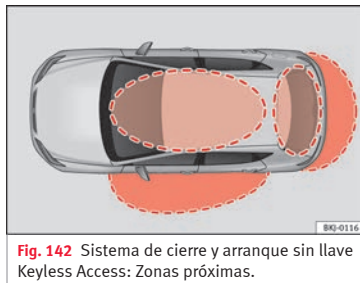

Fig. 142 Sistema de cierre y arranque sin llave Keyless Access: Zonas próximas.
Keyless Access es un sistema de cierre y arranque sin llave con el que se puede desbloquear y bloquear el vehículo sin utilizar activamente la llave del mismo. Para ello sólo es necesario que haya una llave del vehículo válida en la zona de detección correspondiente al intento de acceso al vehículo » fig. 142 y tocar una de las superficies sensoras de las manecillas de las puertas » fig. 143 » ❶.
Si se encuentra una llave válida en una de las zonas próximas » **fig. 142**, el sistema de cierre y arranque sin llave Keyless Access le otorga a dicha llave derechos de acceso en cuanto se toca una de las superficies sensoras de la manecilla de la puerta del conductor. A continuación son posibles las siguientes funciones sin tener que utilizar activamente la llave del vehículo:
Cuando el vehículo está bloqueado, el portón trasero se desbloquea automáticamente al abrirlo si en su zona próxima »» fig. 142 se encuentra una llave del vehículo válida.